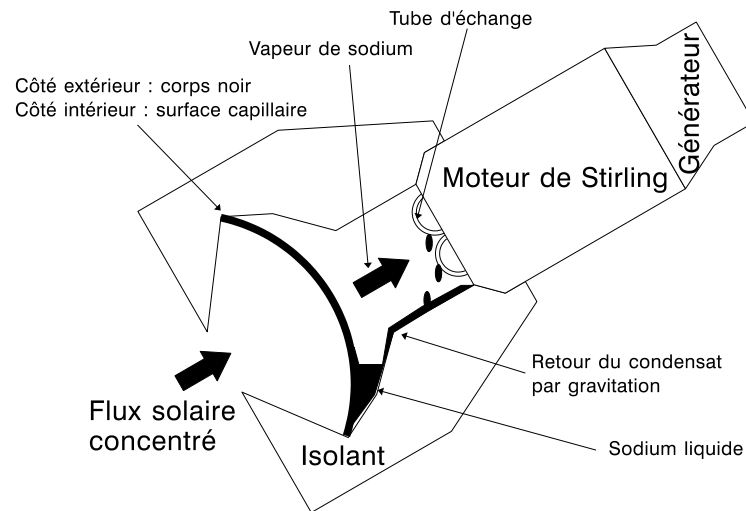

Figure 5 : caloduc en contact avec le moteur de Stirling
**III.3.** Le flux solaire est soit directement concentré sur les tubes chauffants du moteur de Stirling, soit concentré sur un caloduc. Le caloduc, comme indiqué sur la figure 5, est un récipient fermé contenant ici du sodium sous forme diphasique.